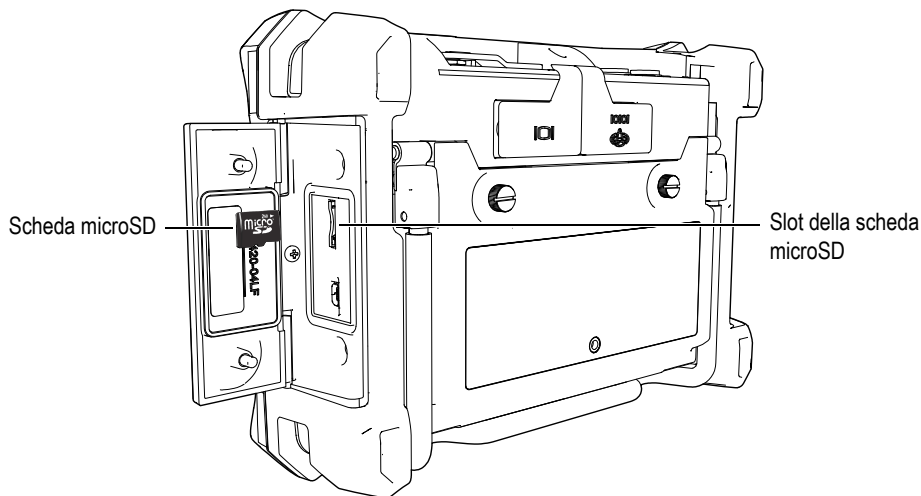

Figura 7-23 Posizione della scheda microSD
1. Assicurarsi che la scheda microSD sia inserita nel BondMaster 600 (vedere Figura 7-23 a pagina 226).